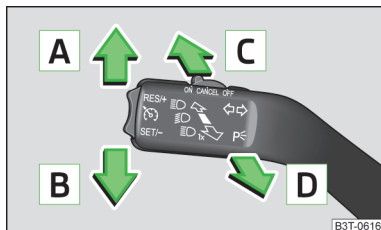

Fig. 49
- Trageți maneta de semnalizare și pentru faza lungă (» fig. 49 la pagina 69) spre volan, împingeți-o în jos și mențineți-o în această poziție.
Pozițiile manetei de operare » fig. 49